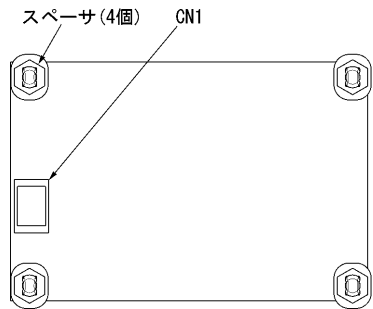

図2 カード裏面
- (2) OPC-F1-DEVの裏面(図2)のスペーサ(4個)とCN1をインバータ本体の制御プリント基板のスペーサ取付け穴とPort A (CN4)へ差し込んでください。(図4)